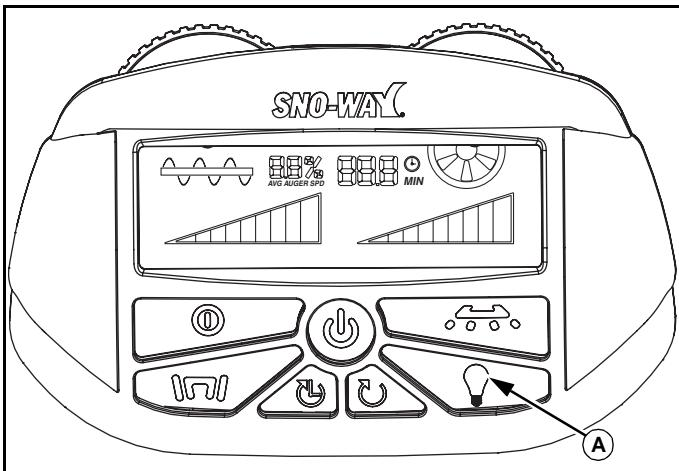

Figur 1-13
For å betjene fuktesystemet, sett kontrolleren til driftsmodus, trykk fukting-knappen (A), og knappelyset vil så endres fra hvit til grønn. Fuktesystemet fungerer ikke hvis enheten er i pausemodus. Hvis fuktesystemet ikke er i auto-modus, vil det slås av når kontrolleren er satt på pause og forblir avslått helt til knappen trykkes på nytt under driftsmodus. Hvis fuktesystemet er i auto-modus og kontrolleren kjører kan det slås av ved å trykke på knappen. Knappelyset blir hvitt når den er slått av og grønt igjen hvis du trykker på knappen. (Se Figur 1-13.)